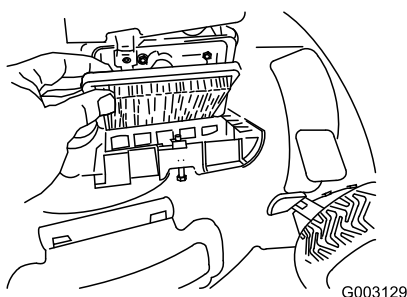

Figura 45
4. Montare il coperchio (Figura 45).